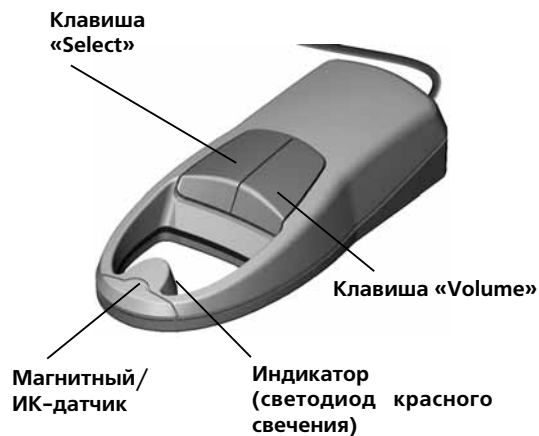

Рис. 4
3. Включите визуализатор (рис. 4) нажатием любой клавиши.
2. Включите визуализатор (рис. 4) нажатием любой клавиши.